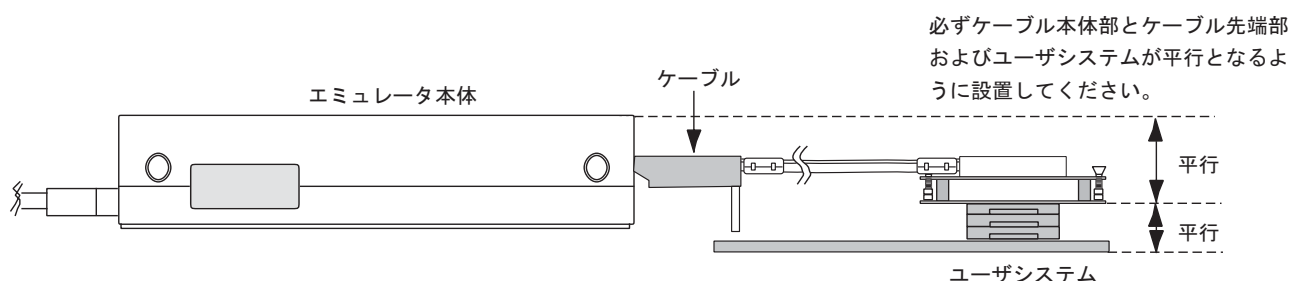

図8 設置例
- (1) ユーザシステムへの接続時には1ピン位置に十分注意して、誤接続は絶対にしないでください。
- (2) 本ユーザシステムインタフェースケーブルを使用する場合の推奨マウントパッド寸法は、MCU 実装用マウントパッド寸法とは異なりますので注意してください。
- (3) 本ユーザシステムインタフェースケーブルは、HS3664EPI61H および HS3664EPI62H エミュレータ専用ですので、他のエミュレータ本体には使用しないでください。
- (4) ケーブル本体部が断線する可能性がありますので、本ユーザシステムインタフェースケーブルの上に重いものや金属等の角の尖ったものを置かないでください。
- (5) ユーザシステムに接続した状態では、ユーザシステムインタフェースケーブル、特にケーブル先端部に無理な力が加わらないように注意する必要があります。図8の設置例を参照してご使用ください。